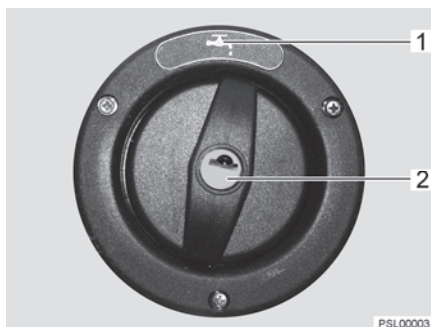

Fig. 109 Couvercle de fermeture pour bec de remplissage d'eau potable
Le bec de remplissage d'eau potable est désigné par le symbole "🚰" (Fig. 109,1). Le couvercle de fermeture est ouvert et verrouillé à l'aide de la clé pour les serrures extérieures.
- Insérer la clé dans le barillet (Fig. 109,2) et la tourner d'un quart de tour dans le sens inverse des aiguilles d'une montre.
- Ouvrir le bec de remplissage d'eau potable (Fig. 109).